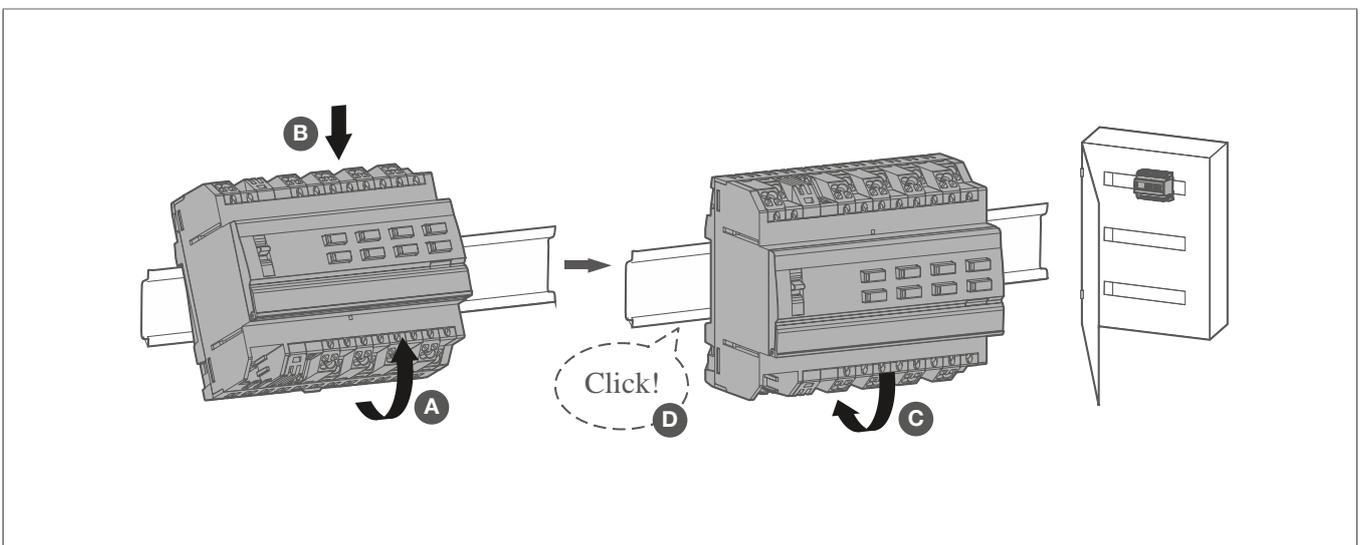

Bild 4: Gerät auf Hutschiene montieren
- 1 Gerät auf Hutschiene nach TH 35 7,5-15 gemäß IEC 60715:2017 / EN 60715:2017 montieren (Bild 4).